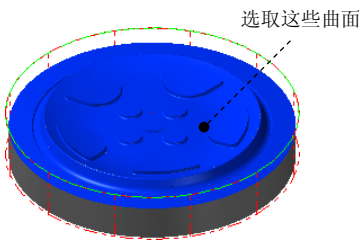

图 15.6 选取加工面
(1) 选取加工面。在图形区中选取图 15.6 所示的所有面（共 89 个面），然后按 Enter 键，系统弹出“刀具路径的曲面选取”对话框。